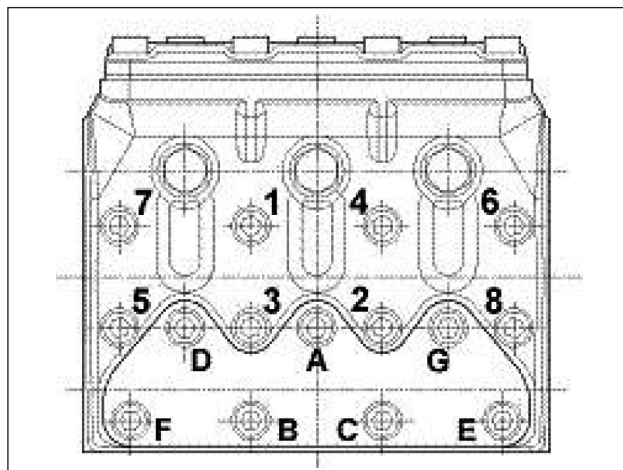

图24
- ** 泵头固定螺丝必须以扭力扳手拧紧，并按照如图24所示的顺序润滑泵头下部。
- *** 阀盖固定螺丝必须以扭力扳手拧紧，并按照如图24所示的顺序润滑泵头下部。